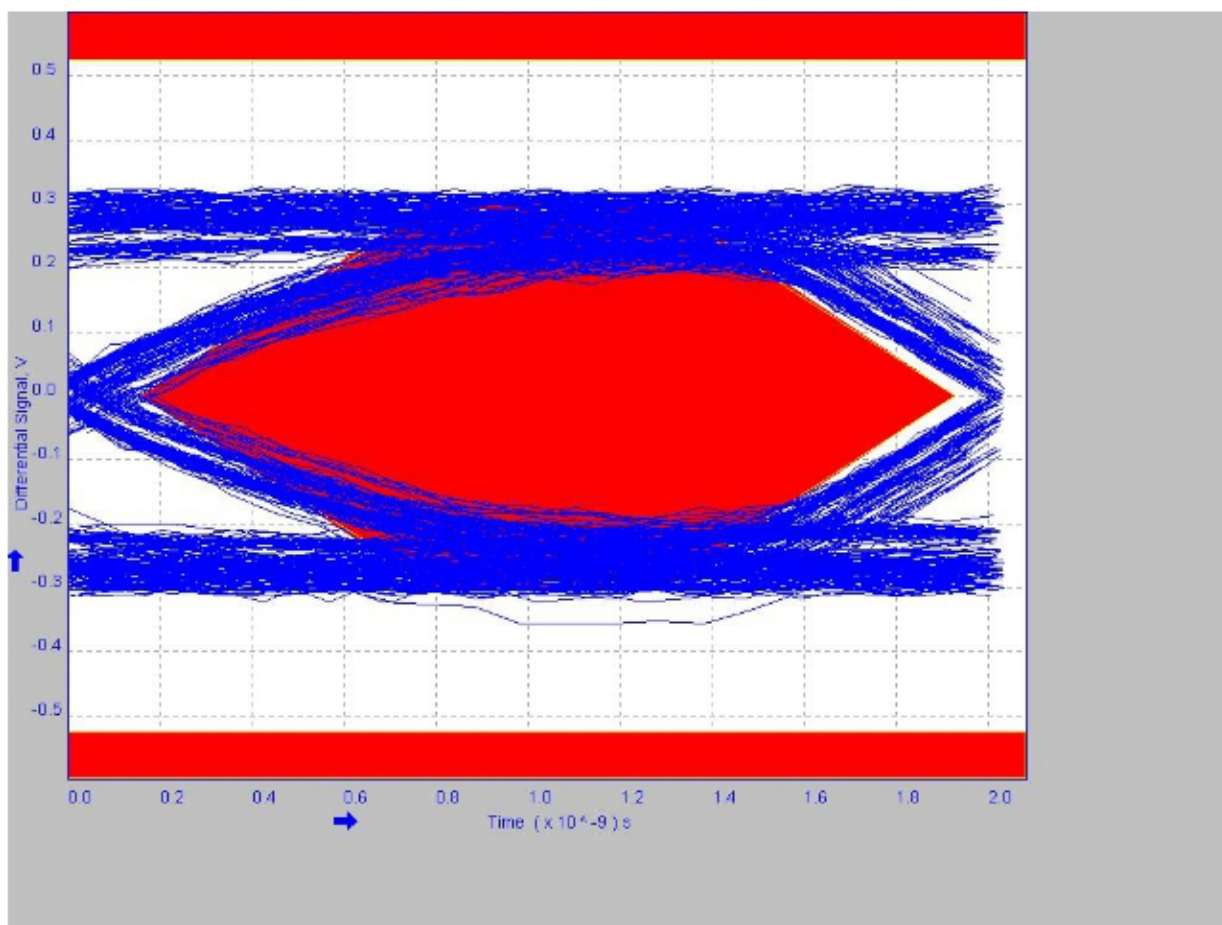

图4-1 幅值低于噪声阈值的USB眼图
1. 现象：使用质量较差、阻抗较大的 USB cable 连接HS外设，无法枚举HS设备。使用这类 USB cable 来测试眼图，结果一般很差，幅度较低，如图4-1所示。